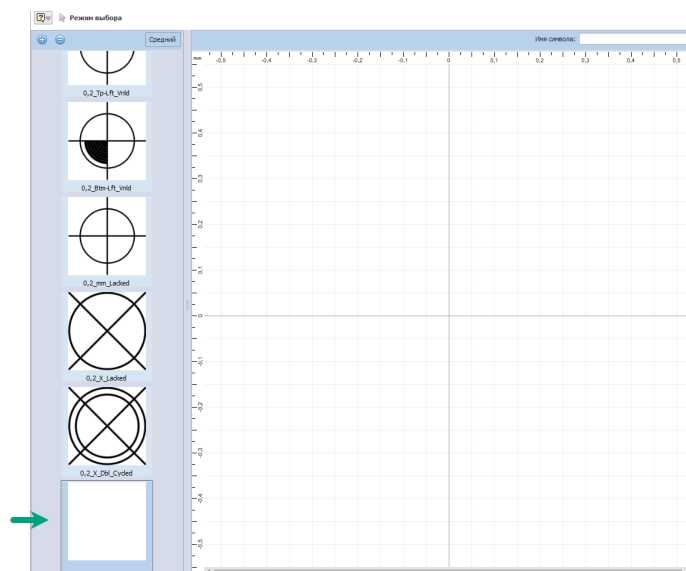

Рис. 355 Поле для создания нового символа
- в списке символов будет создан новый символ, размещенный в конце списка, Рис. 355. Рабочая область будет пустой.